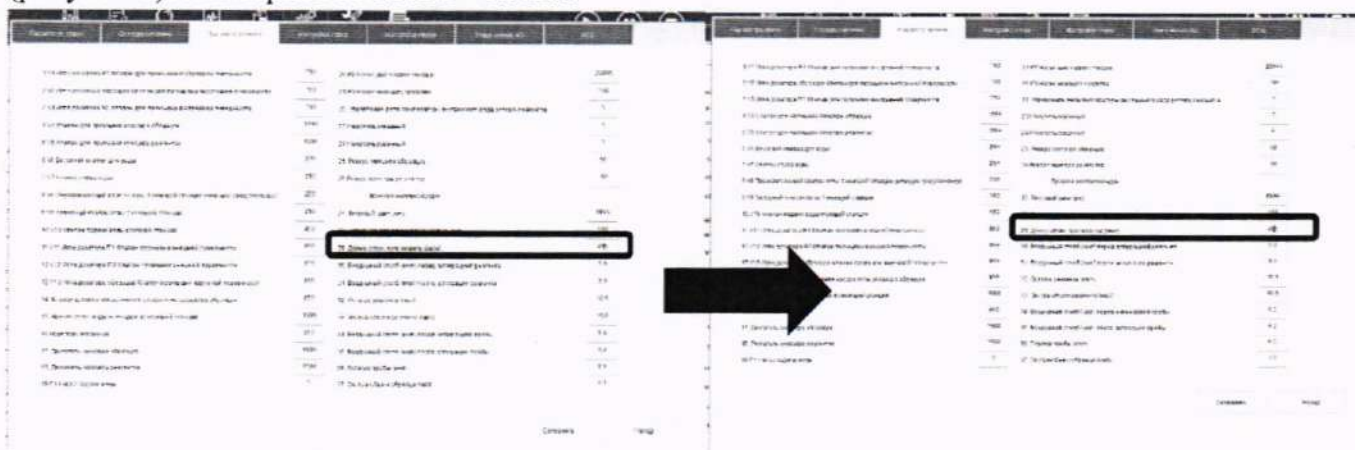

Рисунок 8 – Визуализация п. 8.3.2.4
8.3.2.4 В открывшемся окне найти пункт 29 – «Длина оптического пути кюветы (мкм)» и изменить его значение пропорционально выявленному смещению. Нажать «Сохранить» (рисунок 8). Повторить п. 8.3.2.1 - 8.3.2.2.